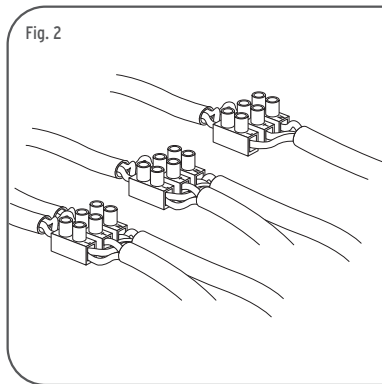
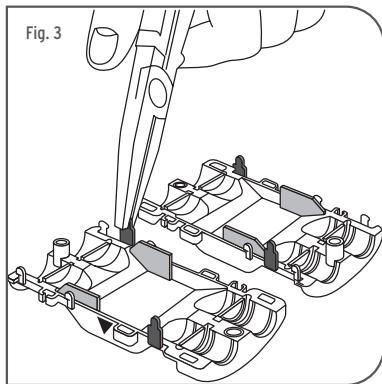

Fig. 2
Fig. 3
- <IT> Fig.2 Inserire i conduttori nella morsettiera. Fig.3 Rompere i perni distanziatori.
- <GB> Fig.2 Fit the conductors in the terminal block. Fig.3 Break the pivot/spacers.
- <DE> Abb.2 Die Leiter in die Klammer einschalten. Abb.3 Bolzen sprengen.
- <FR> Fig.2 Insérer les conducteurs dans le domino. Fig.3 Casser les pivots entretoise.
- <ES> Fig.2 Introducir las puntas del cable en la regleta. Fig.3 Romper los pivotes del separador.
- <PT> Fig.2 Inserir os condutores na placa de bornes. Fig.3 Romper os pinos separadores.
- <RUS> Рис.2 Вставить проводники в клеммную колодку. Рис.3 Сломать распорочные штыри.